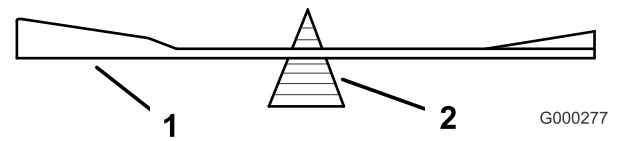
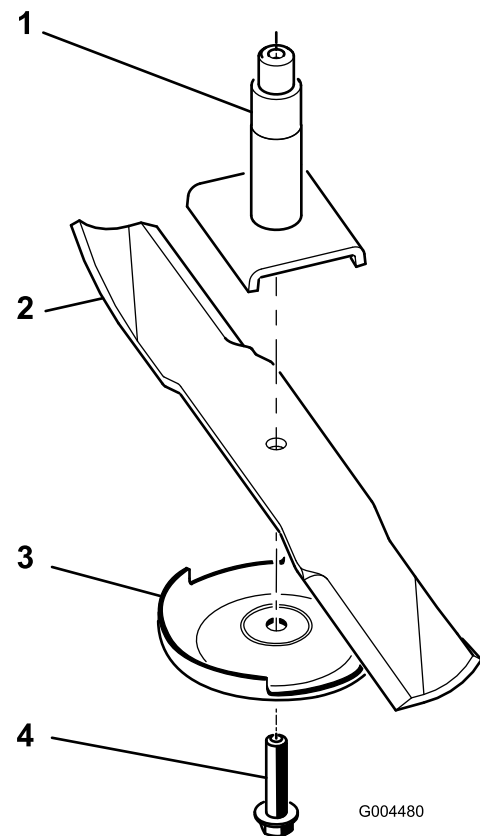

Figura 74
Figura 75
2. Retire del eje de la cuchilla el perno de la cuchilla, el protector de césped y la cuchilla (Figura 75).
1. Instale la cuchilla en el eje (Figura 75).
2. Instale la placa protectora de césped y el perno de la cuchilla (Figura 75).
2. Verifique el equilibrio de la cuchilla colocándola sobre un equilibrador de cuchillas (Figura 74). Si la cuchilla se mantiene horizontal, está equilibrada y puede utilizarse. Si la cuchilla no está equilibrada, rebaje algo el metal en la parte de la vela solamente (Figura 75). Repita este procedimiento hasta que la cuchilla esté equilibrada.